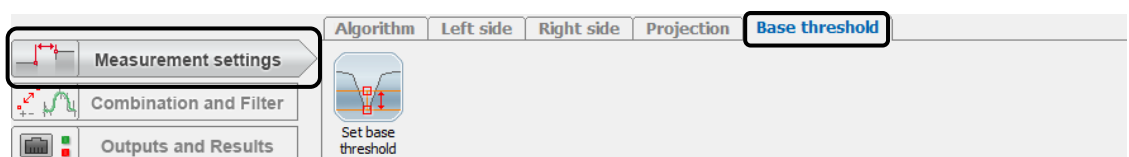

Abb. 4.43: Bereich "Measurement settings", Reiter "Base threshold"
- ➡ Drücken Sie, falls noch nicht geschehen, den Button "Measurement settings" (siehe Abb. 4.43).
- ➡ Drücken Sie, falls noch nicht geschehen, auf den Reiter "Base threshold" (siehe Abb. 4.43).